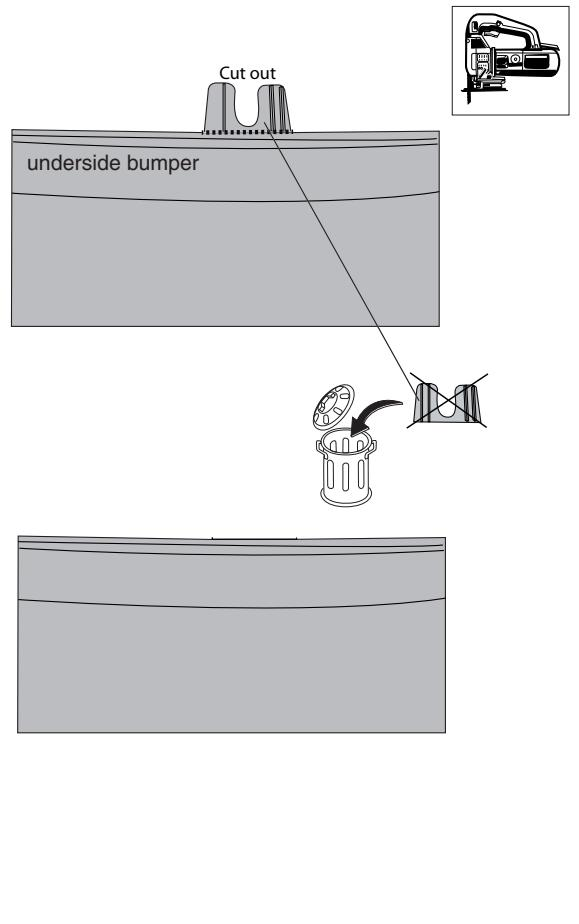

Fig.3
11. Для автомобилей Opel: Выпилить часть из бампера в середине снизу, как указано на рис. 3.